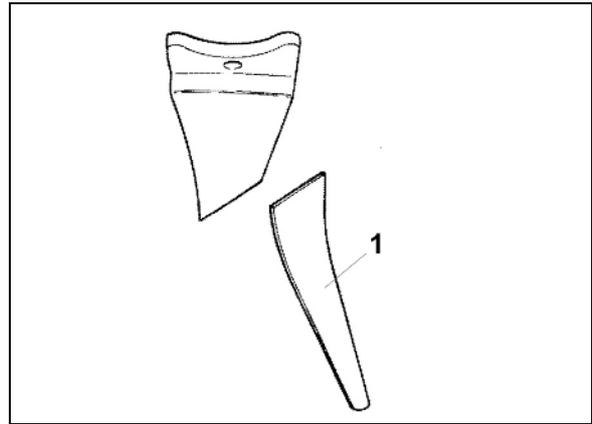
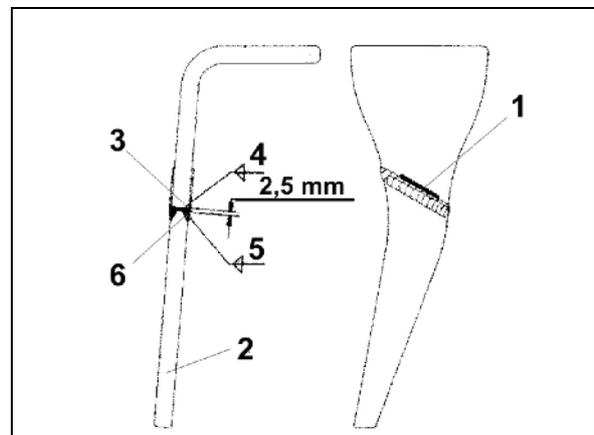

Fig. 83
Fig. 84
Lorsque les dents commencent à être fortement usées, il est possible de leur faire retrouver leur longueur d'origine en soudant des pointes soudables (Fig. 83/1). Auparavant, déposez les dents de leur porte-dents.
1. Appliquez la pointe soudable (Fig. 83/1) sur la dent usée et tracez la marque de découpe (Fig. 84/1).
2. Découpez la dent usée en suivant la marque (Fig. 84/1).
3. Apportez un cordon de soudure central (Fig. 84/3) pour pré-fixer la pointe soudable (Fig. 84/2) sur le plan de découpe de la dent usée et laissez refroidir.
4. Après refroidissement, effectuez l'apport de cordons de soudure de recouvrement (Fig. 84/6) pour que la dent soit à nouveau opérationnelle.